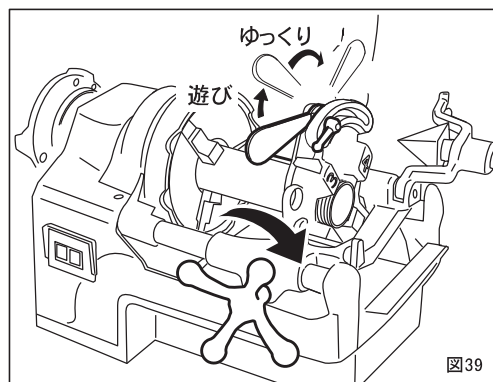

図39
- ④ねじが規定の寸法まで切れたら偏心ハンドルをゆっくりと矢印の方向に持ち上げてチェーザを開きねじを切り上げます。（このとき急激にチェーザを開くとねじに段がつき、ねじの仕上りが悪くなります。）（図39）
- ⑤あとは送りハンドルでダイヘッドをパイプからはなせばねじ切りは完了です。ダイヘッドを上位置に起こすと油は止まります。